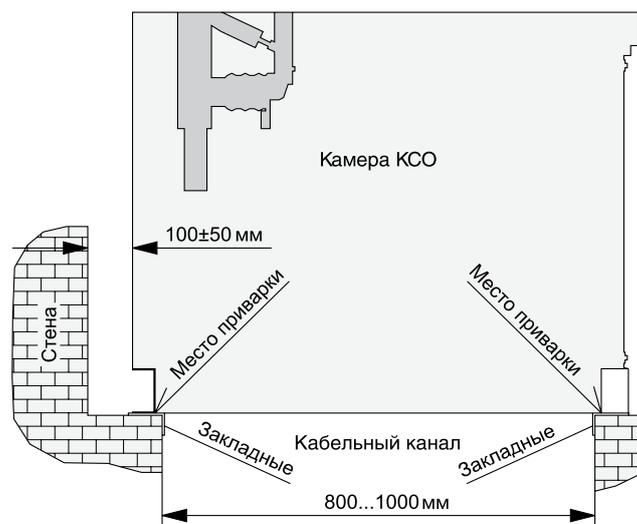

Рис. 16. Установка камер на закладные
16.1. Камеры КСО устанавливаются на закладные детали (рис. 16).
16.8. Окончательное закрепление камер производится путем приварки их к закладным металлическим частям, заземляющей магистрали, как по фасадным, так и по задним панелям камер (рис.16). Элементы шинных мостов должны быть также сварены между собой и приварены к камерам.